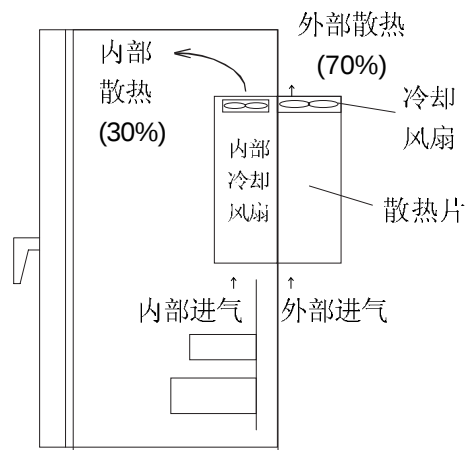

图 2-2-2 外部冷却方式
④ 当将变频器安装在控制柜内时, 要考虑通风散热, 保证变频器的周围温度不超过规范值。不要将变频器安装在小的通风散热不良的密闭箱柜中。
⑤ 在同一个箱柜中安装多台变频器时, 为了减少相互间的热影响, 建议应横向并排安装。如必须上下安装, 则必须设置分隔板, 以减少下部产生的热量对上部的影响。
⑥ 变频器出厂时, 都为柜内冷却安装方式。对 ≤ 22kW 主变频器, 要追加安装架选件, 对 ≥ 30kW, 只要移动原安装架, 都能实现如图 2-2-2 所示那样的外部冷却安装方式。